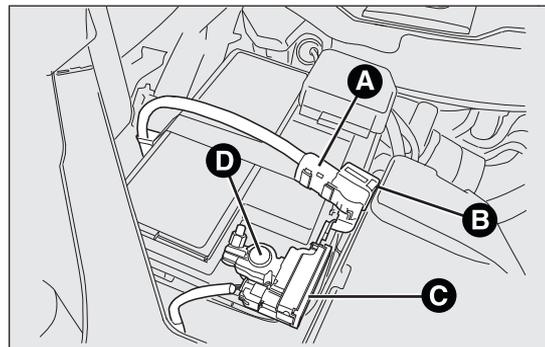

fig. 151
- débrancher le connecteur A fig. 151 (en appuyant sur le bouton B) du capteur C de contrôle de l'état de charge de la batterie, installé sur le pôle négatif D de cette dernière ;